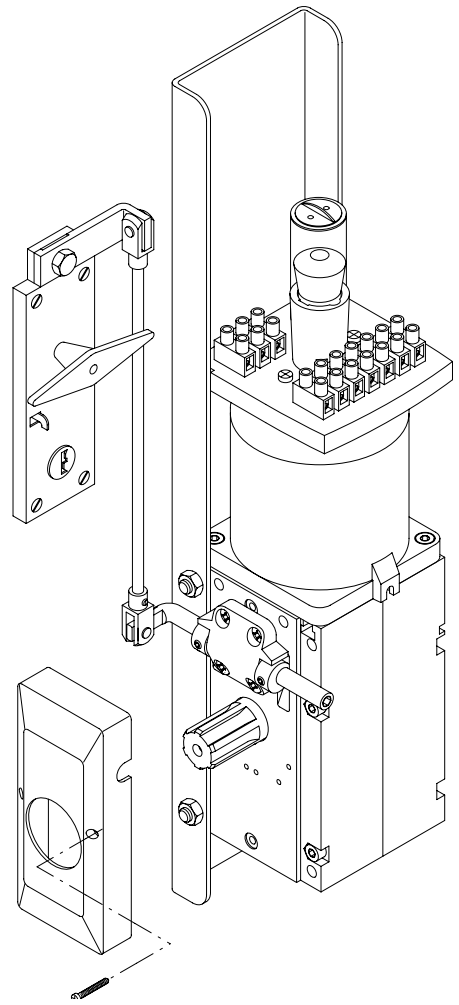

Fig.12
7.2 Sblocco interno - esterno a maniglia con chiave personalizzata (fig. 12).